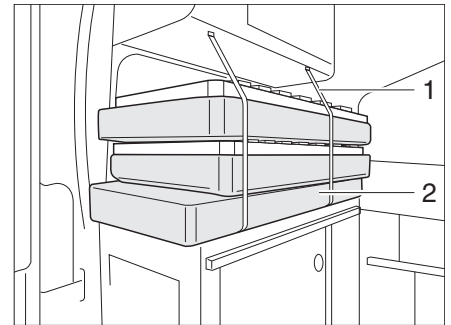

Bild 47 Abbau Variante 2
- Die Polster, Matratzen und Lattenroste (Bild 47,2) aufeinander stapeln.
- Alles mit dem Gurt (Bild 47,1) sichern.